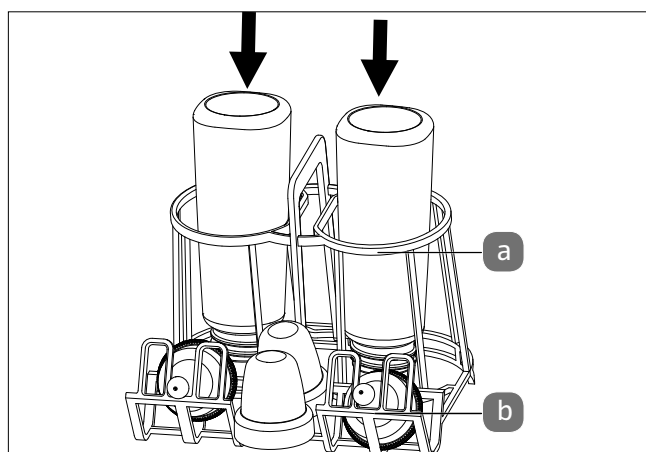

Fig. 21 – Utilizzo del supporto per biberon
Per la pulizia dei biberon posizionare l'apposito supporto (8) nel cestello per stoviglie, con l'apertura rivolta verso il basso e infilata nell'apertura del cestello (a) (vedere la Fig. 21).